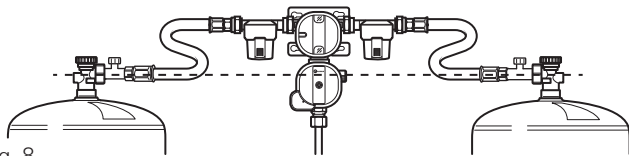

Fig. 8
- ▶ Lors du changement de bouteille, s'assurer que les lyres haute pression du raccord d'entrée du détendeur présentent toujours une pente constante vers les bouteilles de gaz (Fig. 8).